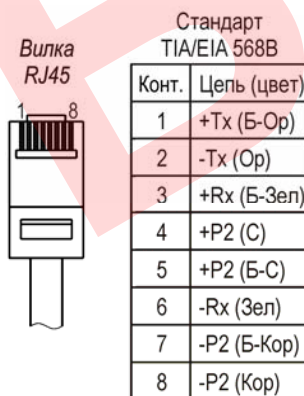

Рис. 2 Обжимка вилки RJ45 на кабель кат.5е
6. Ввести через гермоввод внешний кабель UTP кат.5е и подключить его к разъёму X1 платы сплиттера (рис.3). Схема обжимки вилки RJ45 на кабель кат.5е показана на рис. 2.